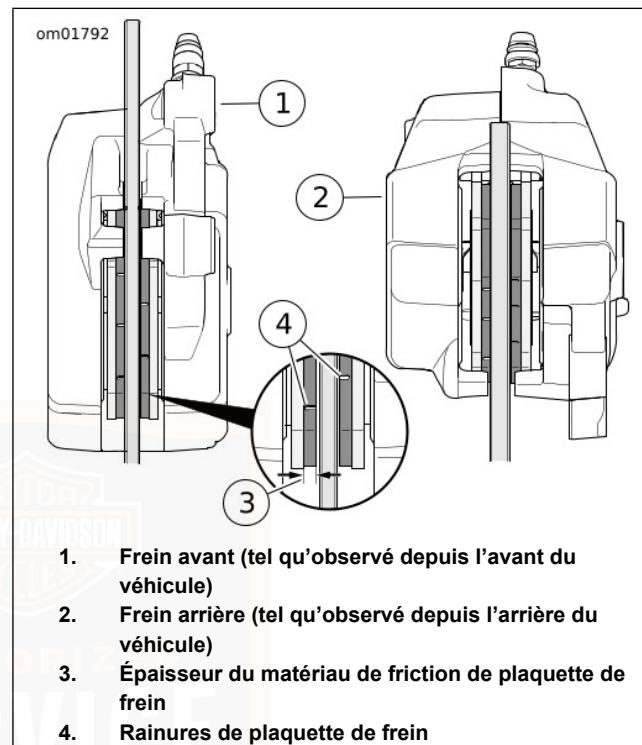

Figure 79. Matériau de friction de plaquette de frein
1. Voir Figure 79. Vérifier le disque de frein à mesure qu'il tourne. Le disque doit rester centré dans l'étrier de frein.